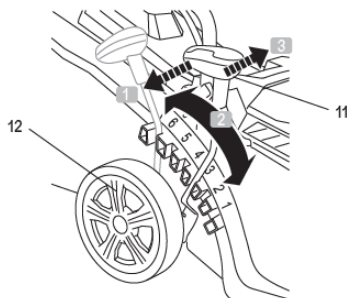

Fig. 7
Trageți maneta de reglare a înalțimii (11) înspre exterior și mișcați produsul în față sau în spate, după caz, pentru a mări sau a reduce înalțimea de tăiere. Eliberați maneta de reglare a înalțimii (11) în slotul corepunzător înalțimii de tăiere dorite (Fig. 7).